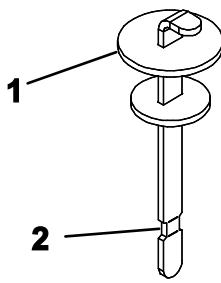

図 19
4. 補給口の首からディップスティックを抜き、きれいなウェスでていねいに拭う。もう一度首に差し込んで引き抜き、オイルの量を点検する。FULL 位置まであればよい（図 19）。